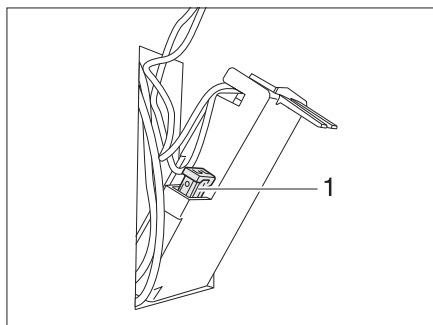

Fig. 289 Fusible des toilettes Thetford
- Changer le fusible (Fig. 289,1).